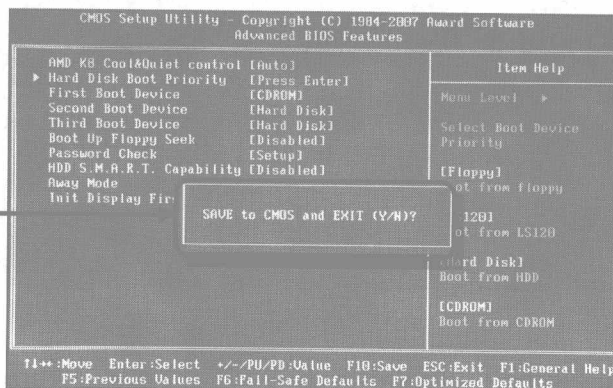

图 1-6
- ⑥ 按下【Enter】键返回【Advanced BIOS Features】设置界面，然后按下【F10】键弹出如图 1-6 所示的提示框，系统询问用户“SAVE to CMOS and EXIT (Y/N)?”，即是否保存设置并退出，此时按下【Enter】键即可保存设置并退出 BIOS 设置程序。